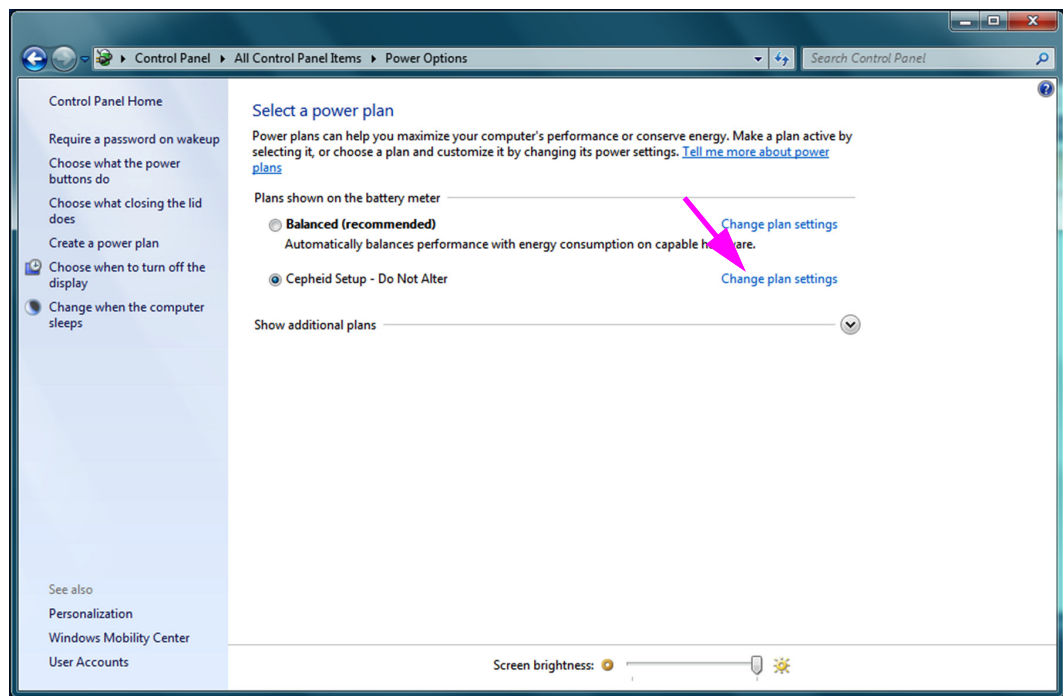
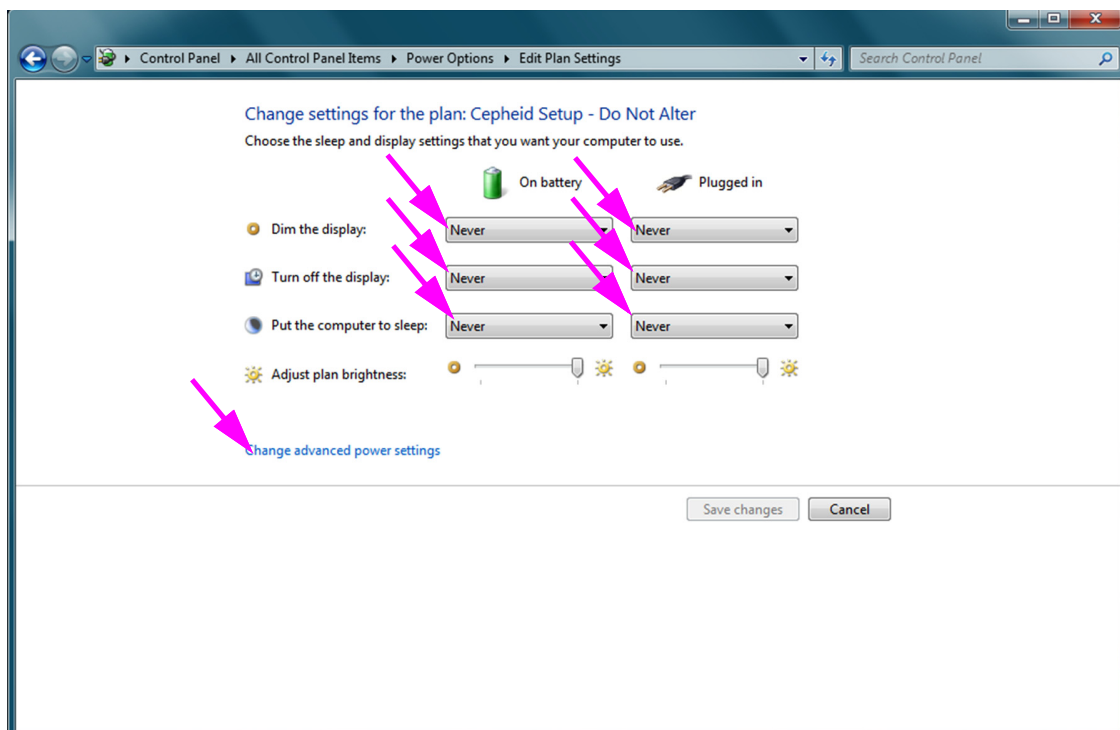
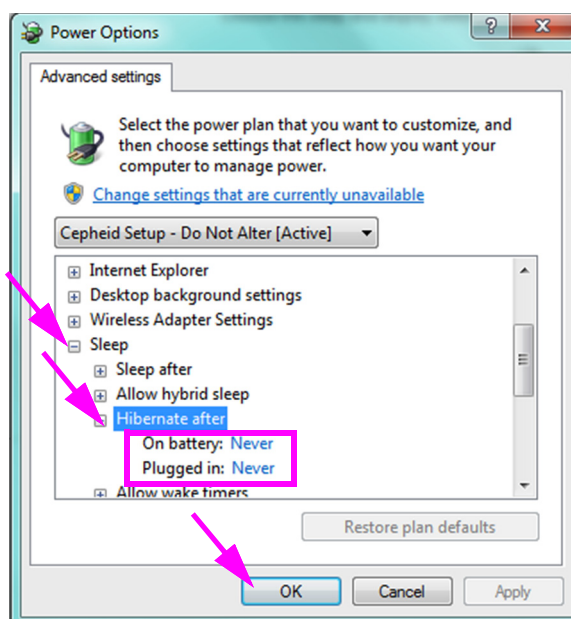
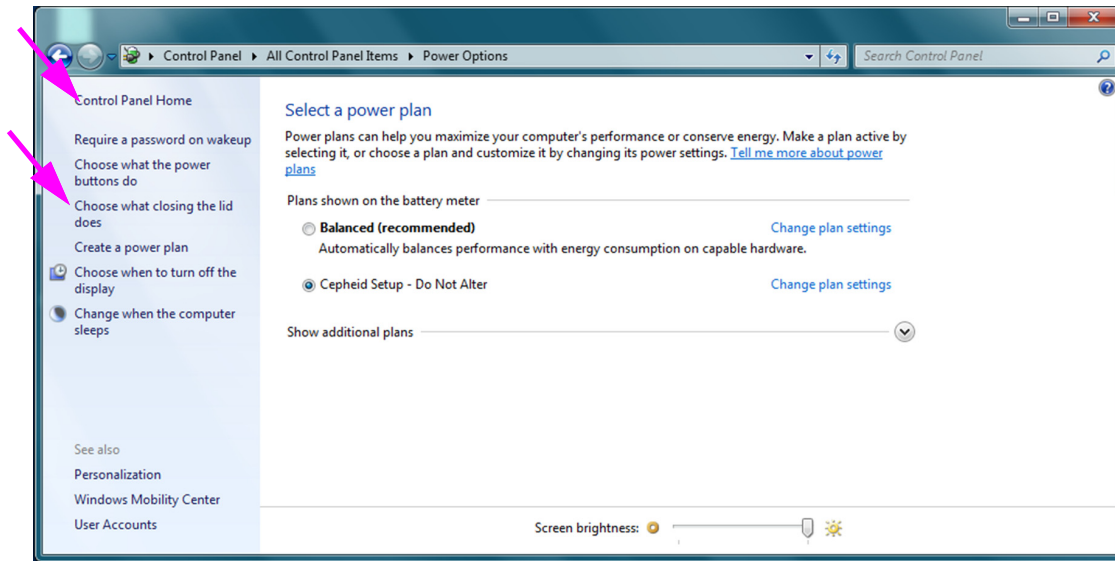

Figura 2-19. Fereastra Opțiuni de alimentare
Figura 2-20. Fereastra Editare setări de plan
Figura 2-21. Opțiuni de alimentare - fereastra Setări complexe
Figura 2-22. Fereastra Opțiuni de alimentare
3. În secțiunea **Configurare Cepheid - nu modificați (Cepheid Setup - Do not alter)**, faceți clic pe **Modificare setări de plan (Change plan settings)**. Consultați Figura 2-19. Apare fereastra Editare setări de plan (Edit Plan Settings). Consultați Figura 2-20.
4. Asigurați-vă că funcțiile **Diminuați lumina afișajului (Dim the Display)**, **Opriti afișajul (Turn off the display)** și **Treceți computerul în modul inactiv (Put the computer to sleep)** sunt setate pe **Niciodată (Never)** pentru ambele opțiuni **Pe baterie (On battery)** și **Conectat la priză (Plugged in)**. Consultați Figura 2-20.
5. Faceți clic pe **Modificare setări de alimentare complexe (Change advanced power settings)** (consultați Figura 2-20). Apare fereastra Setări complexe pentru opțiunile de alimentare (Power Options Advanced Settings). Consultați Figura 2-21.
6. În fereastra Setări complexe pentru opțiunile de alimentare (Power Options Advanced Settings), faceți dublu clic pe **Repaus (Sleep)** pentru a extinde vizualizarea, apoi faceți dublu-clic pe **Hibernare după (Hibernate after)**. Consultați Figura 2-21.
- A. **Computere desktop:** Verificați dacă valoarea **Setare (Setting)** este setată pe zero (0) sau **Niciodată (Never)**. În caz contrar, modificați valoarea **Setare (Setting)** la zero (0) sau **Niciodată (Never)**.
- B. **Doar laptopuri:** Verificați dacă valorile **Pe baterie (On battery)** și **Conectat la priză (Plugged in)** sunt setate pe **Niciodată (Never)**. În caz contrar, faceți clic pe **Pe baterie (On battery)** și/sau **Conectat la priză (Plugged in)**, apoi utilizați tastele săgeată sus/jos pentru a seta valorile la zero (0) pentru opțiunea selectabilă.
8. Faceți clic pe **Anulare (Cancel)** pentru a închide fereastra Editare setări de plan (Edit Plan Settings). Apare fereastra Opțiuni de alimentare (Power Options) (consultați Figura 2-22).
10. **Doar laptopuri:** Faceți clic pe **Anulare (Cancel)** pentru a închide fereastra Editare setări de plan (Edit Plan Settings). Se afișează fereastra Opțiuni de alimentare (Power Options) (consultați Figura 2-19).